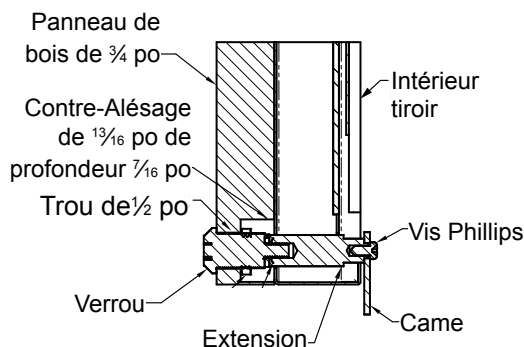

Figure 20
Deux (2) extensions de verrouillage sont fournies avec le verrou. Utilisez l'extension la plus longue pour un panneau de revêtement d'épaisseur $\frac{3}{4}$ po et la plus courte pour un panneau d'épaisseur $\frac{5}{8}$ po. Assemblez l'extension de verrouillage, une rondelle d'arrêt de came, une rondelle élastique et une vis de fixation sur le verrou comme montré aux Figures 20 et 21.